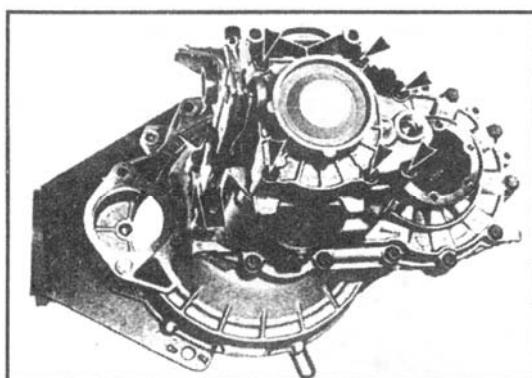

图 4-12 拆卸变速器 (三)
(3) 旋下后壳体与变速器壳体的连接螺栓，拆下后壳体总成，取出离合器分离轴承及后壳体密封垫，如图 4-12 所示。